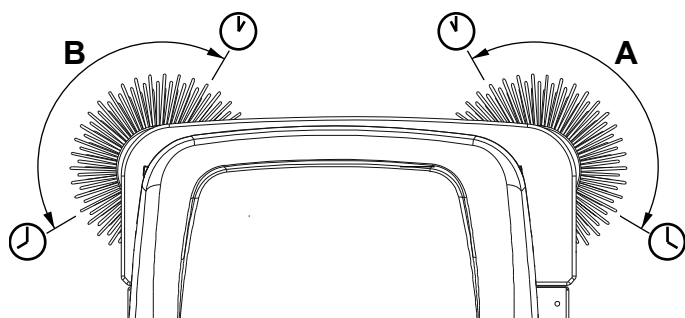

Figure 4
3. Tourner la clé de contact (64) et démarrer la machine.
4. Baisser le balai latéral au moyen du levier (52) et le laisser tourner pour 1 minute.
5. Lorsque le balai latéral (9) (15, optionnel) est baissé, son extension et orientation doit se présenter comme indiqué dans la figure (A et B, Fig. 4).